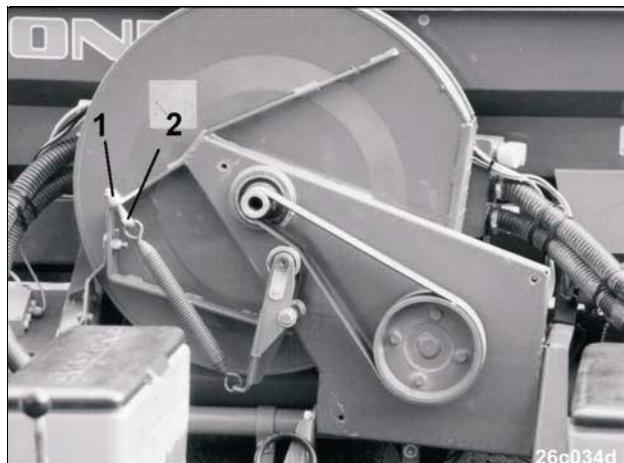

Рис. 181
- открутите обе законтренные гайки (Рис. 181/1) зажимного винта (Рис. 181/2) и установите длину пружины растяжения в соответствии с данными в таблице, гл. „Ременные шкивы для различной частоты вращения ВОМ“.
- Затяните контргайки (Рис. 181/1).